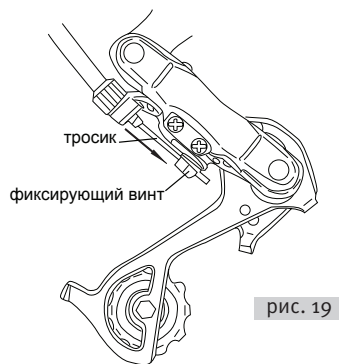

рис. 19
- 3.7.5. Зафиксируйте трос заднего переключателя таким образом, чтобы не было свободного провиса троса (5 Н/м) (рис. 19).